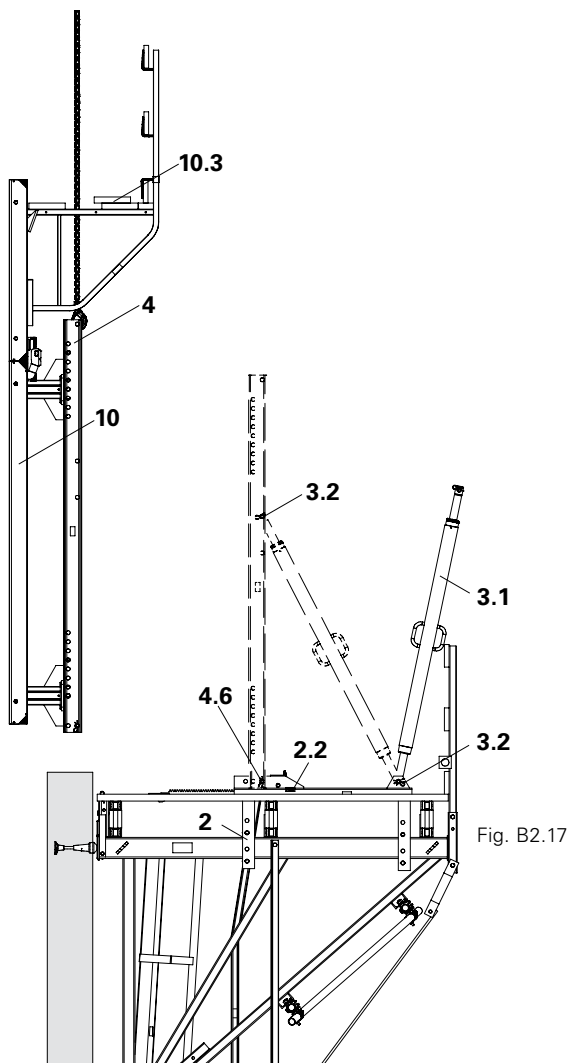

Fig. B2.17
1. Arretrare il carrello (2) e bloccarlo con il cuneo (2.2).
4. Agganciare l'unità di cassaforma (10) con piattaforma di getto al corrente verticale (4) e posizionarlo sulla piattaforma. (Fig. B2.17)